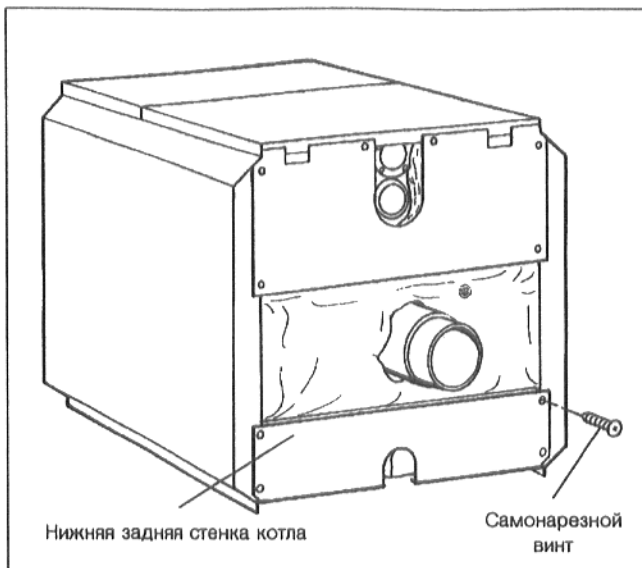

Рис. 35
- Привинтить нижнюю заднюю стенку котла (Рис. 35) к боковым стенкам таким образом, чтобы вырез для патрубка наполнения и опорожнения был обращен вниз.